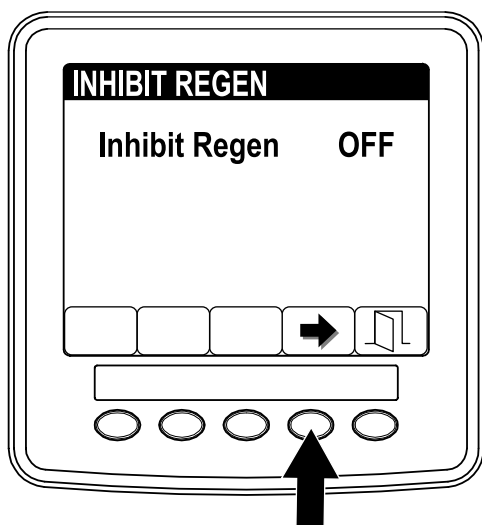

Figura 44
3. Pressione o botão 4 para alterar a definição da inibição da regeneração de On para Off (Figura 44) ou de Off para On.